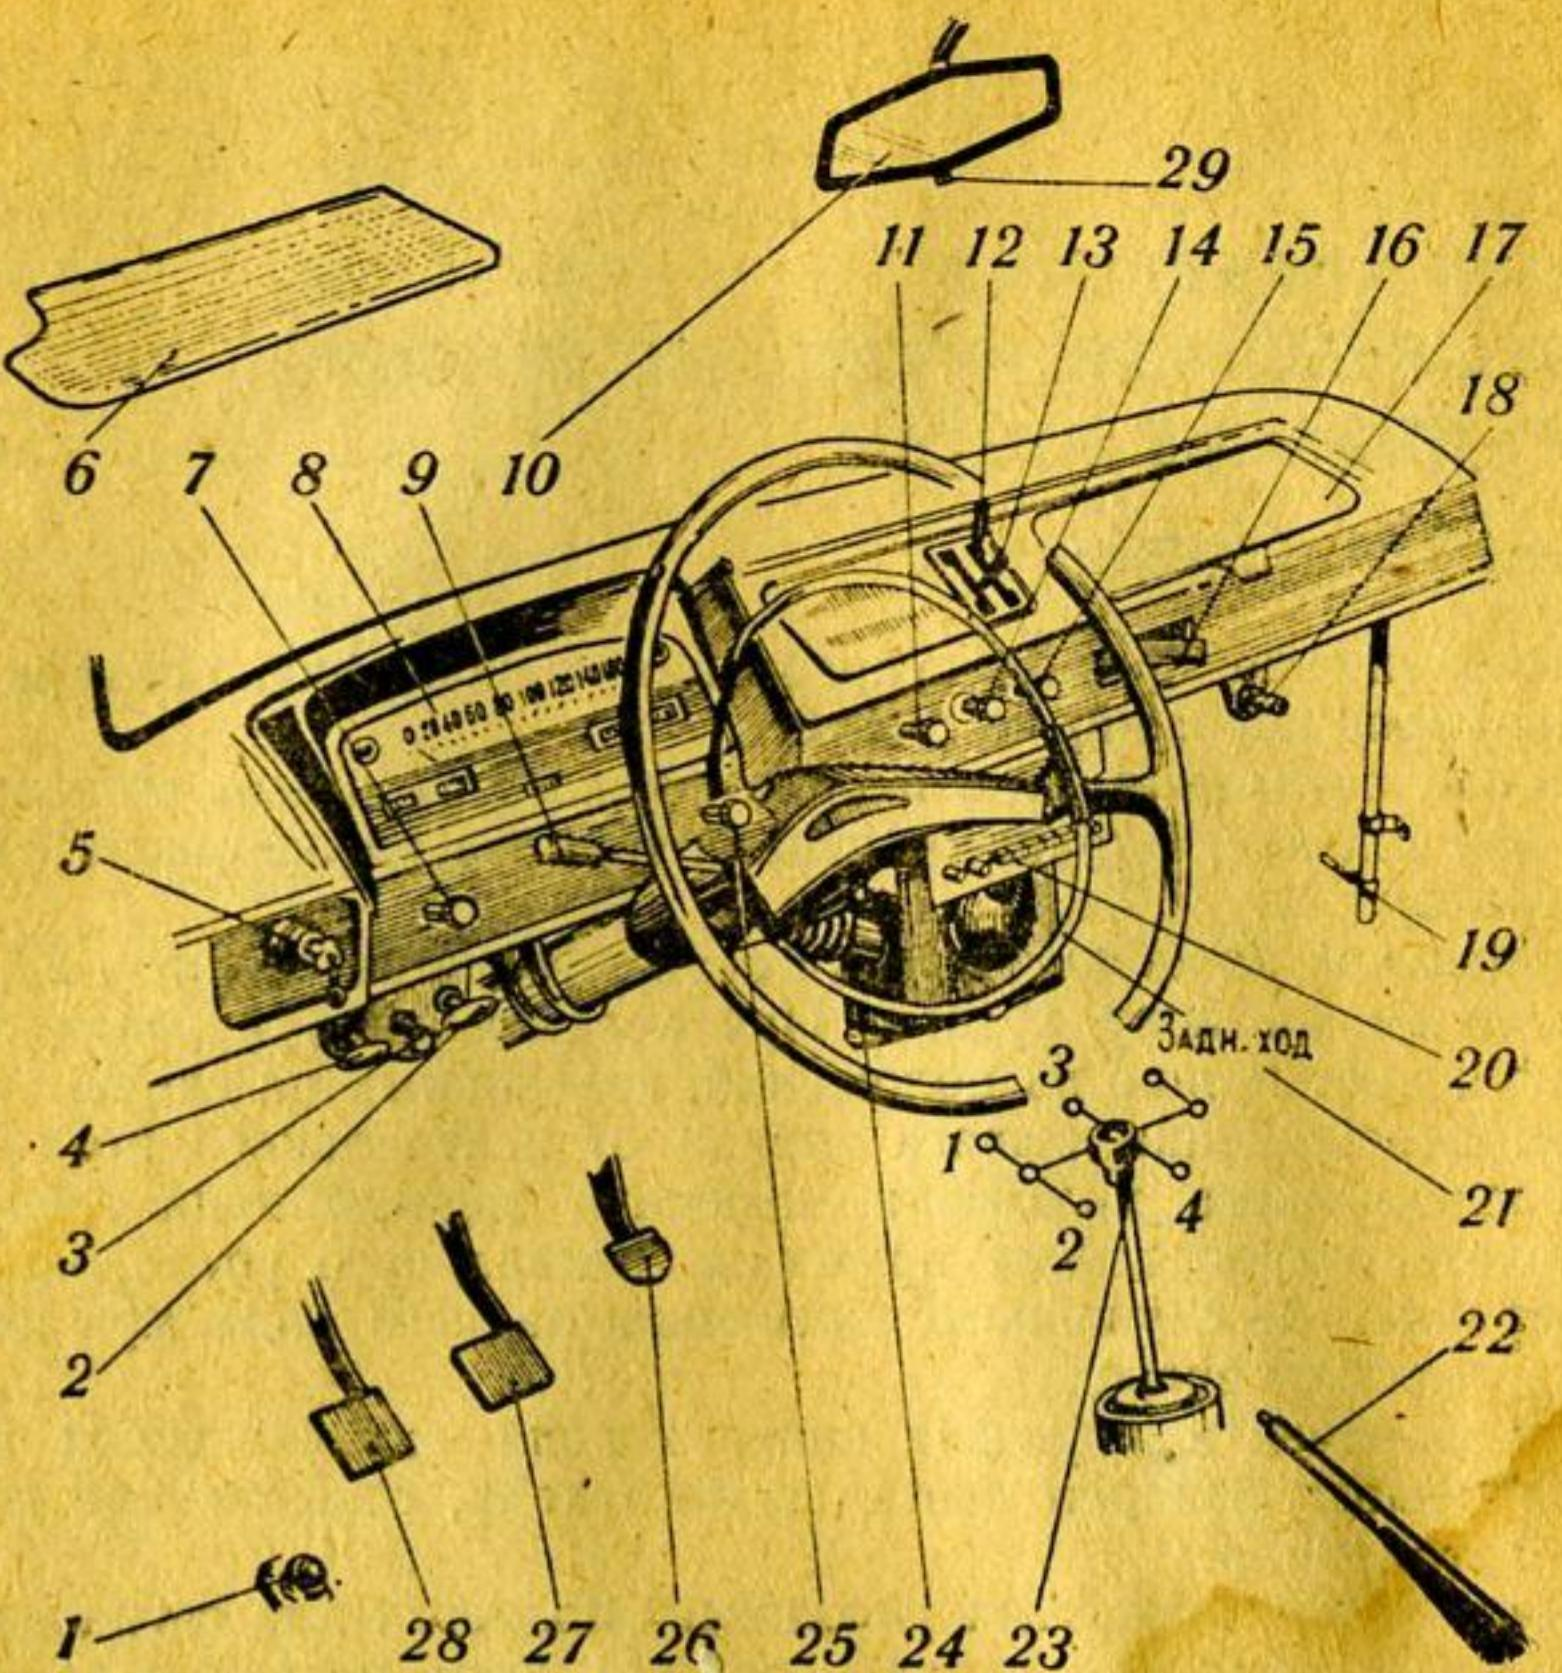

Рис. 3. Органы управления:
Расположение органов управления и контрольно-измерительных приборов показано на рис. 3.
**Рычаг 19** (рис. 3) запора антенны радиоприемника. Для подъема антенны необходимо предварительно нажать на рычаг, расположенный на конце трубы антенны, при этом несколько выдвигается верхний штырь антенны. Дальнейшее выдвижение антенны вверх производится снаружи рукой.
## ОБОРУДОВАНИЕ КУЗОВА (рис. 3)
После этого из отверстий головки жиклера начнут выпрыскиваться две струи воды. Одновременно следует включить стеклоочиститель ручкой 25 (рис. 3). Если после первого раза стекло не очистилось, необходимо повторно включить омыватель. Как правило, очистка ветрового стекла осуществляется за 1-2 вытягивания штока насоса при условии, если щетки стеклоочистителя будут непрерывно работать и приборы омывателя заполнены водой. Если омывателем давно не пользовались, необходимо предварительно для заполнения системы вытянуть 2-3 раза рукоятку штока насоса.
Количество воздуха, проходящего через отопитель, регулируют изменением степени открытия крышек 15 и 8 при помощи рычагов 9 и 10, а также изменением скорости вращения крыльчатки вентилятора с помощью ручки переключателя 7 (рис. 3), расположенной на панели приборов.